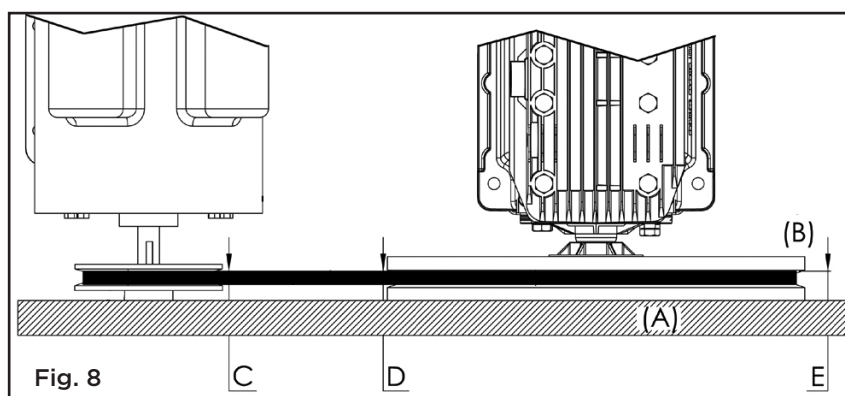

Fig. 8
Maintenez une tension de la courroie et un alignement de la poulie convenables pour assurer une efficacité maximale du dispositif d'entraînement et prolonger la durée de vie de la courroie. La tension idéale existe si une flèche (A) de 13 mm (1/2 po) survient lorsqu'on exerce une force de 4,6 kg (10 lb) (B) à mi-chemin entre la poulie du moteur et le volant moteur de la pompe (fig. 8). Il est possible d'ajuster la flèche en procédant comme suit. On recommande d'aligner soigneusement la poulie avec le volant moteur et de maintenir toutes les vis de calage bien serrées.
Pour vérifier l'alignement de la poulie, enlevez le garde-courroie et placez une règle (A) contre le volant moteur de la pompe (B) (fig. 8). Mesurez et notez la distance entre la règle et le rebord de la courroie d'entraînement, soit au point C. Mesurez ensuite la distance entre la règle et le rebord de la courroie d'entraînement, soit aux points D et E. Les deux distances devraient être égales à la distance du point C. Si la distance D ou E est différente du point C, corrigez le déport avant de mettre le compresseur en marche.